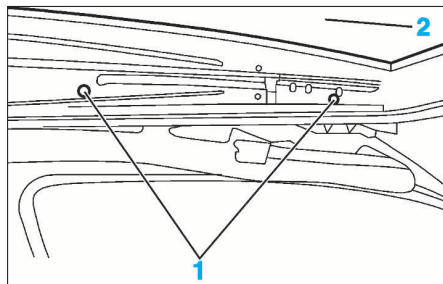

FIG. 75
- Toit ouvrant fermé, déposer (Fig.75) :
- les vis (1)
- le panneau mobile de toit ouvrant (2).
- Effectuer le réglage de l'affleurement à l'avant puis à l'arrière, en agissant sur les vis (1) (Fig.75).
- Serrer les vis (1) à 0,45 daN.m.